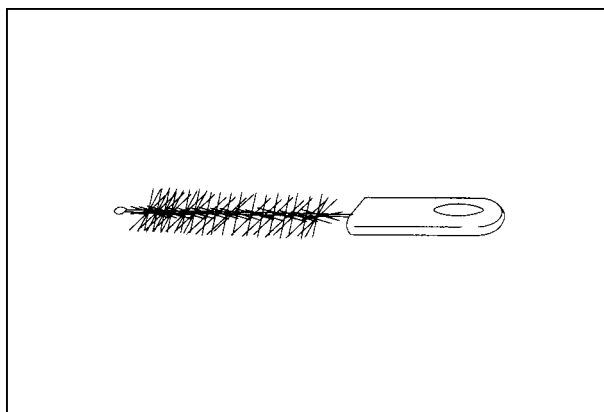

Рис. 7.5
Щётка для чистки входа инструментального канала используется для чистки наружной поверхности эндоскопа и входа инструментального канала (см. рис. 7.5).
1. Проверьте щётку на предмет ослабления или утраты щетины (см. рис. 7.5).